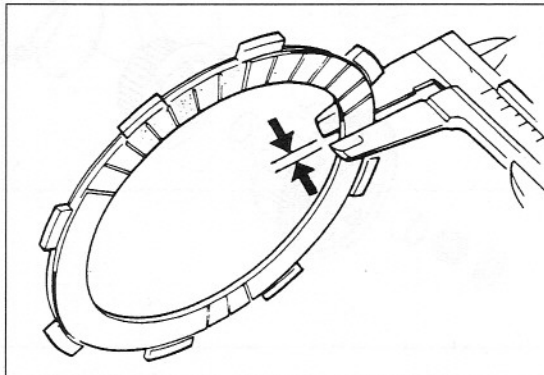

Bild 189
-  Dicke der Kupplungsreibrscheiben mit Messschieber messen (Bild 189). Verschleissgrenze 2,2 mm.